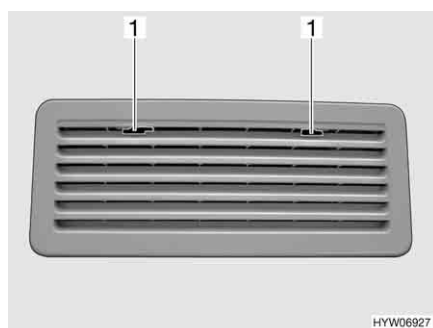

Bild 174 Kylskåpets ventilationsgaller (Thetford)
- Skjut spärren (Bild 174,1) till mitten.